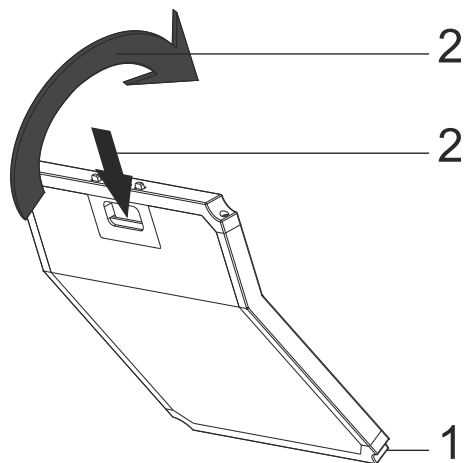

Fig. 6: FILTRO DE CARBÓN
- 1-Coloque la parte inferior del filtro de carbón en el armario para el motor.Fig. 6
- 2-Pulse en la pestaña del filtro de carbón y empujelo hacia adelante, y asegúrese de que las pestañas del filtro de carbón estén enganchadas y bloqueadas.Fig. 6